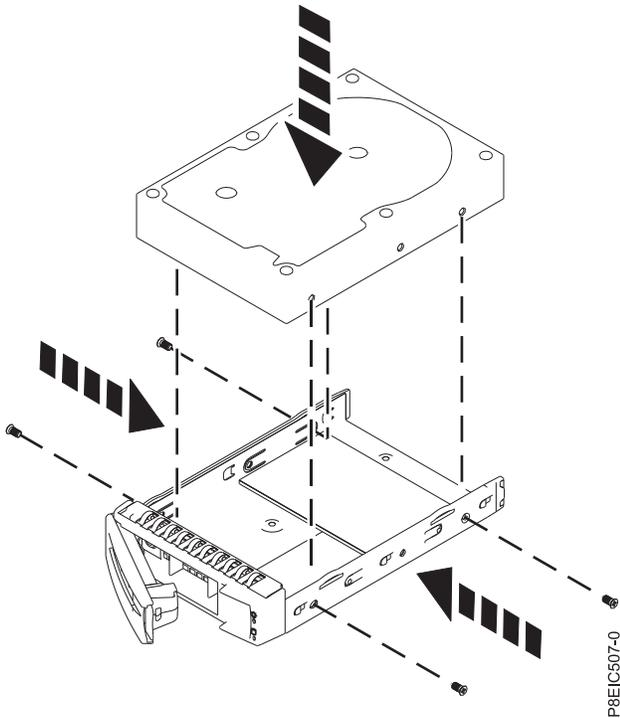

Figura 4. Montaje de la unidad de 3,5 pulgadas en la bandeja
- Una unidad de 3,5 pulgadas ocupa la bandeja, tal como se indica en Figura 4. Asegure la unidad en los laterales de la bandeja con cuatro tornillos (2 en cada lado).